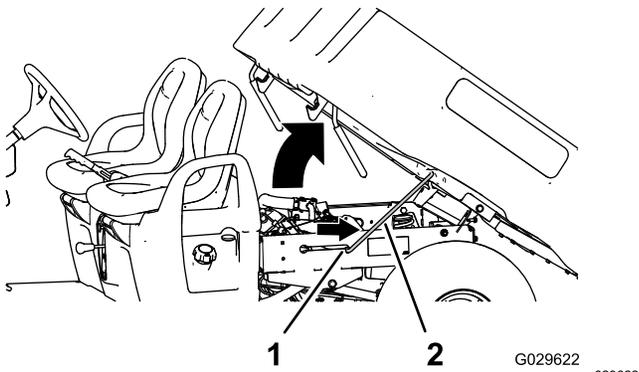

Figura 14
2. Tire de la varilla de sujeción hasta que entre en la muesca, afianzando la caja (Figura 14).
2. Extraiga la varilla de sujeción de la ranura de retención (Figura 14).
3. Baje la caja hasta que se enganche firmemente en su sitio (Figura 14).